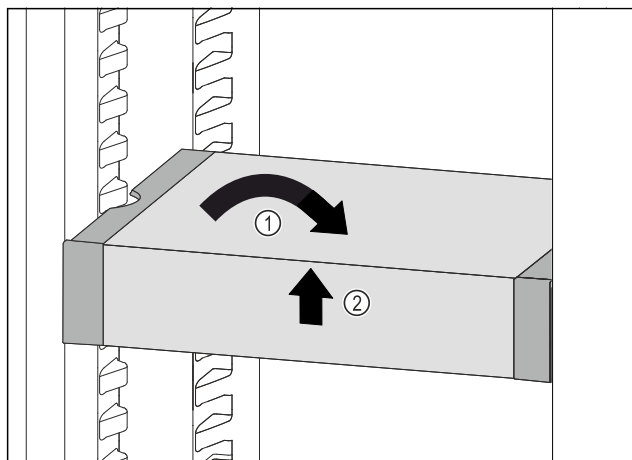

Fig. 133
- Nustatykite VarioSafe tiesiai. Fig. 133 (1)
- Pakelkite VarioSafe priekyje. Fig. 133 (2)